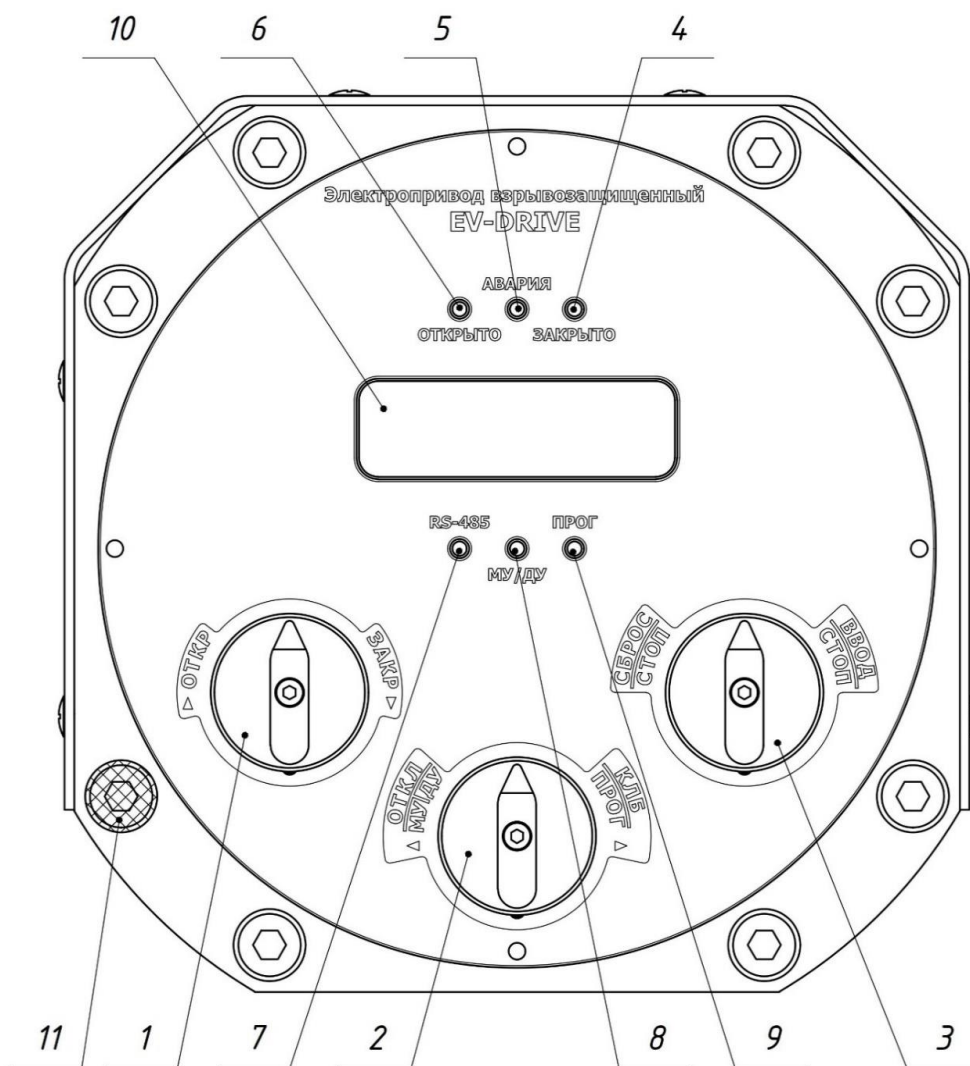

Рисунок 10 – Внешний вид МПУ
4) повернуть рукоятку (поз.1 рисунок 10) в положение , при этом на цифровом индикаторе МПУ должна появиться дополнительная надпись «ЗАКР»;
5) кратковременно повернуть рукоятку (поз.3 рисунок 10) в положение , при этом на цифровом индикаторе МПУ исчезнет меню калибровки. После этого электропривод зафиксирует конечное положение «Закрыто» равное 0 %;
6) переместить запорный орган арматуры в конечное положение «Открыто». Перемещение может быть выполнено как с помощью ручного дублера ЭП, так и с помощью запуска ЭП командой «Открыть» с МПУ электропривода. Для запуска ЭП в направлении «Открыто» необходимо повернуть рукоятку (поз.1 рисунок 10) в положение . После запуска ЭП единичный индикатор «ОТКРЫТО» начнет мигать;
7) если положение запорного органа находится в зоне конечного положения «Открыто» необходимо подать команду «Стоп» с МПУ электропривода, кратковременно повернув рукоятку (поз.3 рисунок 10) в положение  или . После этого электропривод обеспечит останов ЭП в текущем положении. Останов следует производить заранее, когда выходной орган не достиг конечного положения, а оставшееся расстояние преодолеть при помощи ручного дублера;
9) повернуть рукоятку (поз.1 рисунок 10) в положение , при этом на цифровом индикаторе МПУ должна появиться дополнительная надпись «ОТКР»;